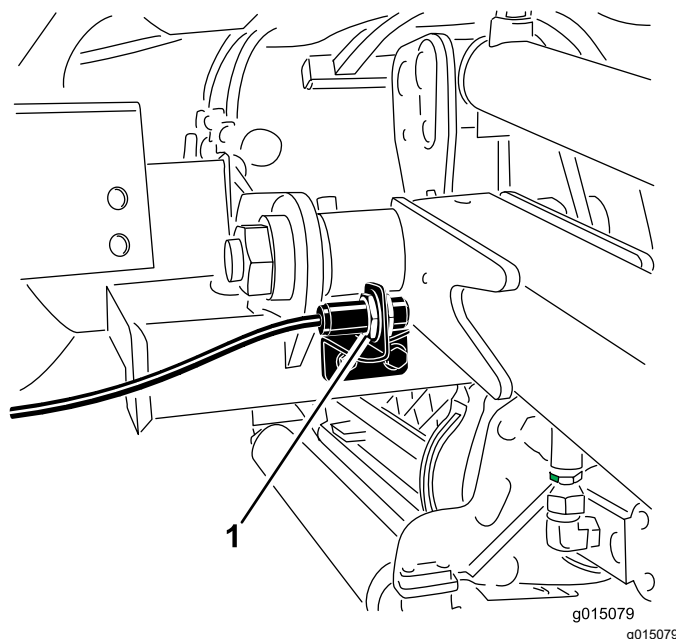

Figura 60
2. El interruptor del brazo de elevación está situado detrás del brazo de elevación delantero derecho (Figura 60).
3. Afloje los tornillos de montaje del interruptor (Figura 60) y desplace el interruptor hacia arriba para aumentar la altura de giro del brazo de elevación, o hacia abajo para reducir la altura de giro del brazo de elevación. Apriete los tornillos de montaje.